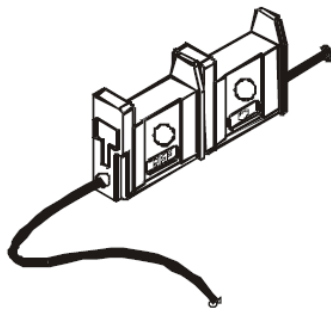

Figura 3.1-6: Células de ajuste do sensor CAPNOSTAT.
- No próprio sensor CAPNOSTAT existem 2 células de ajuste (célula de referência e célula zero), conforme indicado na Figura 3.1-6.